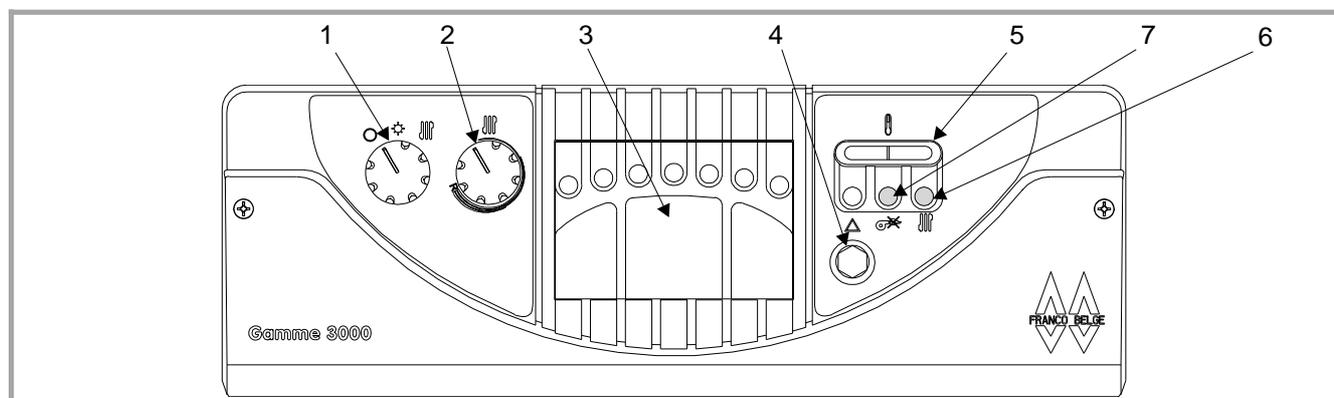
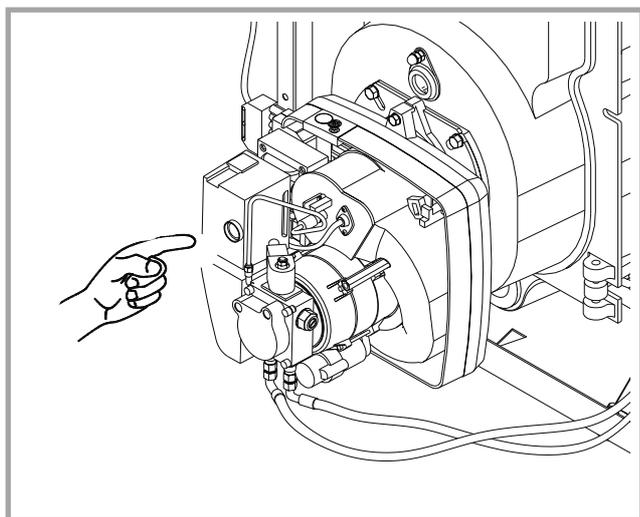

Figure 23 - Organes de commande et de contrôle
Figure 24 - Voyant - touche de réarmement
- Positionner le commutateur sur "radiateur" (rep. 1, fig. 23).
- Régler le thermostat de chaudière (rep. 2, fig. 23) pour obtenir la température désirée du circuit de chauffage :
- S'assurer que le thermostat de chaudière (rep. 2, fig. 23) est en demande.
- S'assurer que la sécurité de surchauffe (rep. 4, fig. 23) n'est pas déclenchée ; voir ci-après § **Sécurité chaudière**.
- S'assurer que le brûleur n'est pas en sécurité, voyant rouge allumé (rep. 7, fig. 23) ; voir ci-après § **Sécurité brûleur**.
Dévisser le bouton (rep 4, fig. 23) et réarmer lorsque la température de l'eau sera redevenue normale. Si l'incident devait se reproduire, prévenir le technicien chauffagiste.
Lorsque le voyant est allumé (rep. 7, fig. 23), le brûleur reste bloqué par son dispositif de sécurité, appuyer sur la touche (fig. 24, p. 15) pour réarmer le brûleur.
En cas d'arrêt de courte durée, mettre le commutateur de fonction en position "O" (rep. 1, fig. 23).